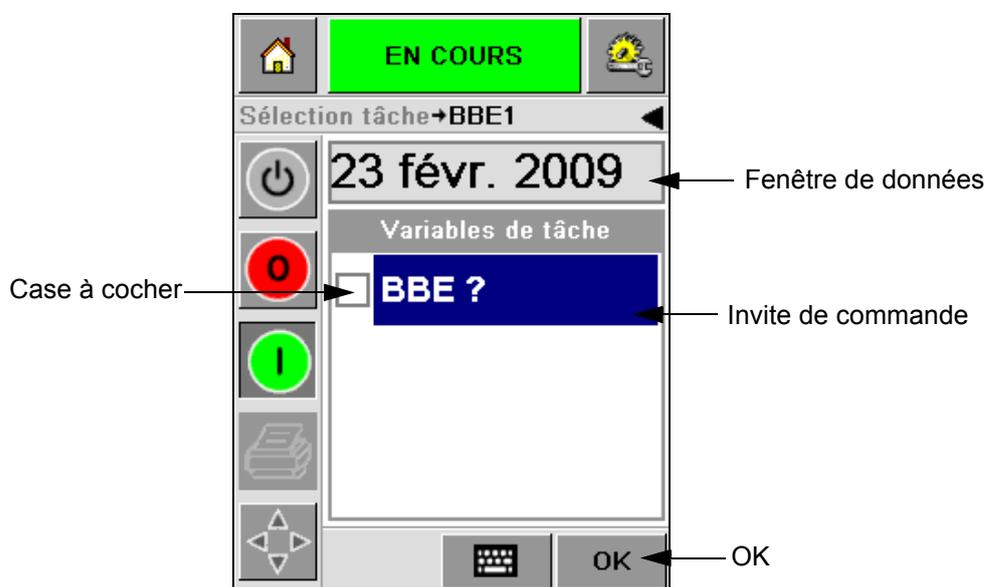

Figure 5-7 : Variables de travail
La case à cocher sur le côté des champs de variables indique quels champs ont et n'ont pas été saisis (Figure 5-7 à la page 5-6).
Pour sélectionner les variables de travail à changer, vous devez toucher l'invite de commande s'y rapportant. Cette variable se met ensuite en surbrillance et affiche les données par défaut dans la fenêtre données (Figure 5-7).
La Figure 5-7 montre les variables de travail pour le travail **BBE1** et il y a uniquement la variable de champ DATE (à utiliser comme la date à consommer de préférence avant fin).
- 1 Si la date par défaut affichée dans la fenêtre Données (23 févr. 2009) est correcte, touchez l'icône OK et cette date s'imprimera (Figure 5-7).